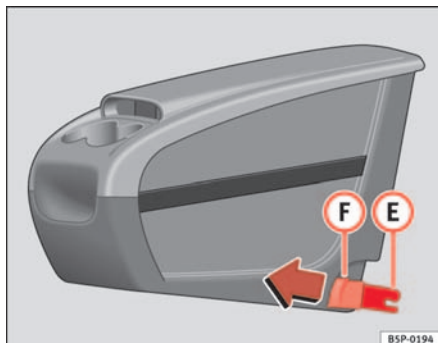
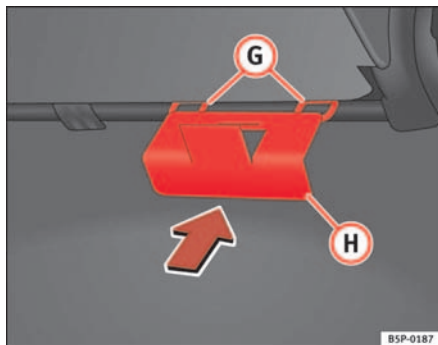

Fig. 110 Porta-objectos móvel. Montagem
Fig. 111 Placa de fixação do porta-objectos móvel
- Coloque a partir do veículo, a placa de fixação **(H)** ⇒ fig. 111 do porta-objectos móvel, pela parte traseira do banco. Deve estar situada entre o encosto e o assento, na zona do lugar central.
- Coloque à frente as duas peças de fixação **(E)** ⇒ fig. 110, com as duas anilhas de fixação **(G)** ⇒ fig. 111 e pressione com força até que as duas pinças encaixem totalmente nas anilhas.
- Puxe cada um dos botões ⇒ fig. 110 **(F)** das pinças (botões vermelhos) para a frente, até ouvir que desencaixaram.